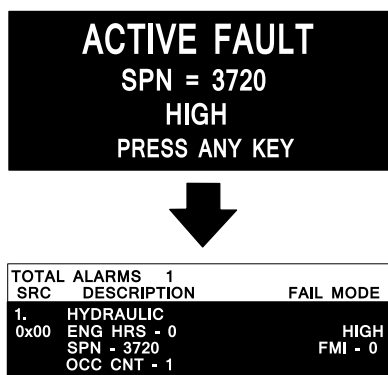

Рисунок 46
- Предупреждение о двигателе SPN 3720, FMI 16 (Рисунок 46)